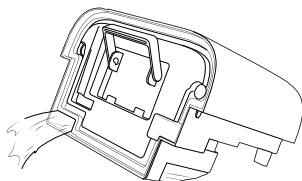

Fig. 2
- ◆ Videz l'eau par l'orifice dans le couvercle (voir fig. 2) et remettez le réservoir d'eau ④ dans l'appareil. L'appareil continue de fonctionner avec le programme précédemment choisi.